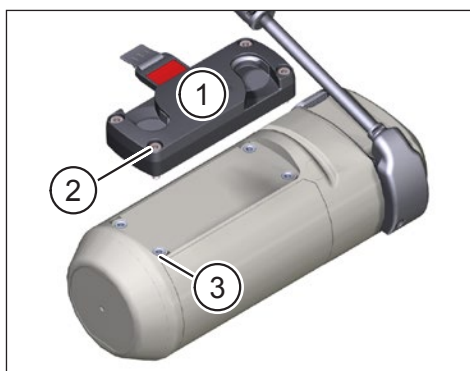

Fig. 3: Fixation du FIDLOCK® Force connector au Range Extender
- Fixez le FIDLOCK® Force Connector (élément 1 Fig. 3) avec les quatre vis à tête cylindrique M4 × 16 fournies (élément 2 Fig. 3) dans les trous (élément 3 Fig. 3) du Range Extender.